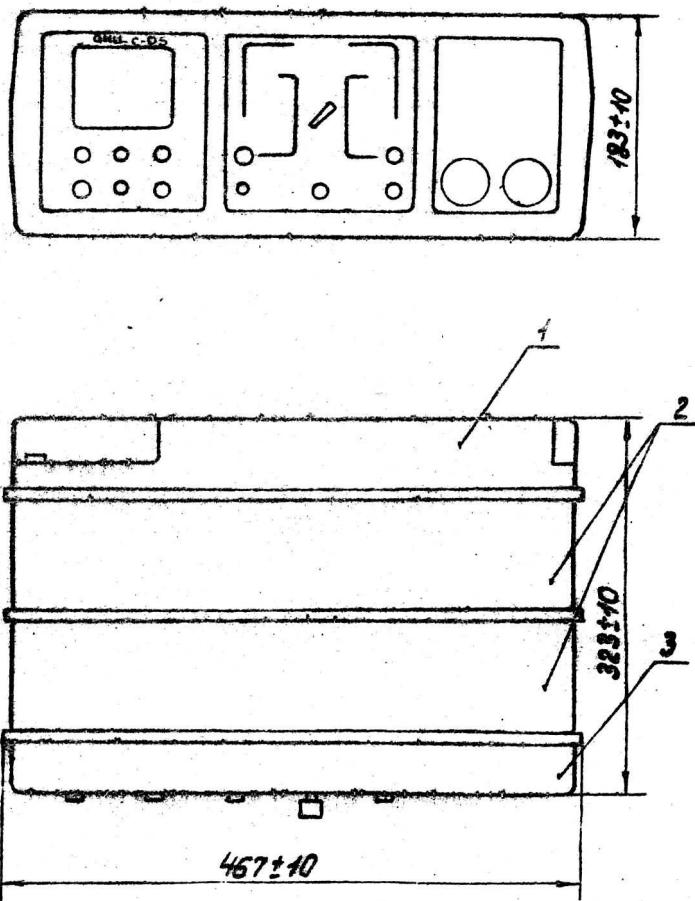

Рис. 2
3.22. Габаритные размеры аппарата и аппарата на тележке приведены на рис.2 и 3.